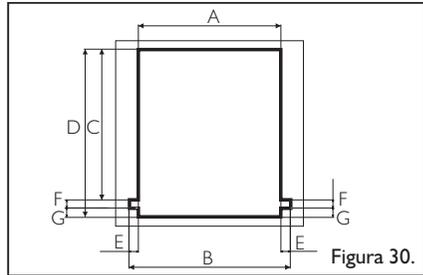

Figura 30.
- Trace las medidas de corte como lo indica la figura 30 y la tabla 6.